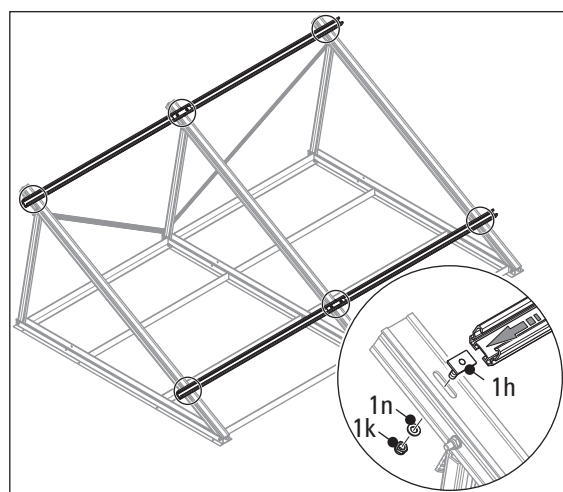

Fig. 3-12 Montage des rails de profilé de montage, 2ème étape
15. Montez les rails de profilé de montage inférieur et supérieur à l'aide des connecteurs à visser (coulisseaux (pos. 1h), mettez en place les rondelles (pos. 1n) et les écrous hexagonaux avec denture de blocage (pos. 1k)). Prenez en compte la distance (Y_2) jusqu'au bord inférieur du rail d'appui et celle (Y_1) séparant les rails de profilé de montage (voir tab. 3-1 et fig. 3-12).